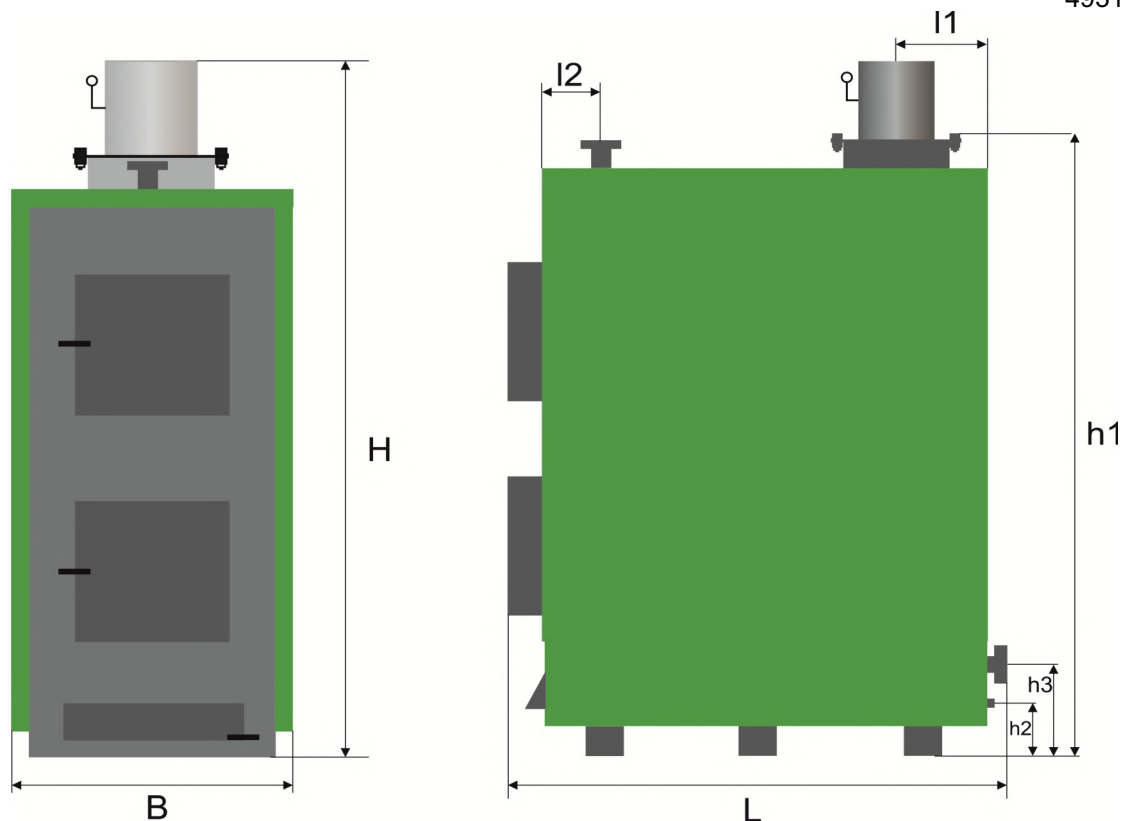

Рисунок 1 - Габаритные и присоединительные размеры Котлов моделей P 150 - 500 базовой комплектации.
| Габаритные и присоединительные размеры Котла (см. рис.1), мм: | | | | | | | |
Котел (рис.1, 2) представляет собой стальной сварной каркас, обшитый снаружи съемной декоративной теплоизолированной облицовкой. Каркас совместно с облицовкой образуют корпус. Корпус устанавливается на собственных опорах (12).